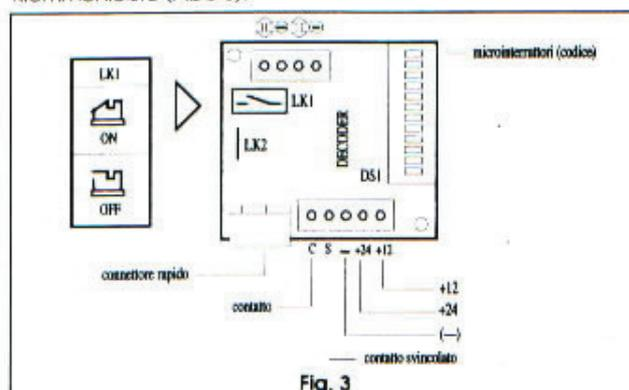

Fig. 3
- Den Schalter LK1 der Decoder-Platine auf OFF stellen (Abb. 3).
- 1) Sollte die Kontrollleuchte nicht blinken, überprüfen, ob der Schalter LK1 der Decoder-Platine (Abb. 3) auf ON geschaltet ist.
Die Decoder-Platine (Abb. 3) ist eine Karte für die Codeentschlüsselung.
Entschlüsselt den von Digicard gesendeten Code und vergleicht ihn mit dem Code, der an den 12 Mikroschaltern vorgegeben ist. Die Erkennung bewirkt eine Schaltung des elektrischen Kontaktes. Die Schnellschaltverbindung vereinfacht den Anschluß an die entsprechenden Geräte. Sollte deren Verwendung nicht möglich sein, verfügt die Decoder-Karte über eine herkömmliche Klemmenleiste (Abb. 3).
Durch Unterbrechung der Brücke LK2 (Abb. 3) erhält man an den Klemmen C und S einen Leerkontakt (NO) (Stromfestigkeit 0,3 A bei 100VDC).